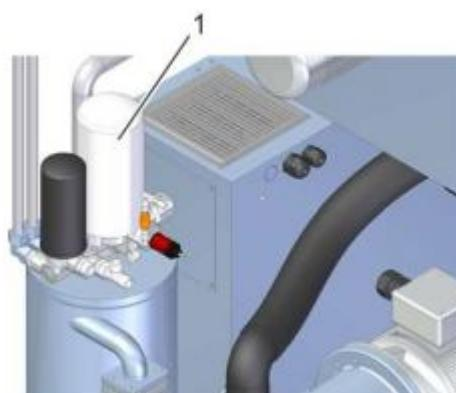

Рис. 41: Фильтр тонкой очистки
8. → Вверните новый фильтр тонкой очистки (Рис. 41/1) до упора.
9. → После этого вручную затяните новый фильтр тонкой очистки (Рис. 41/1) на пол оборота.